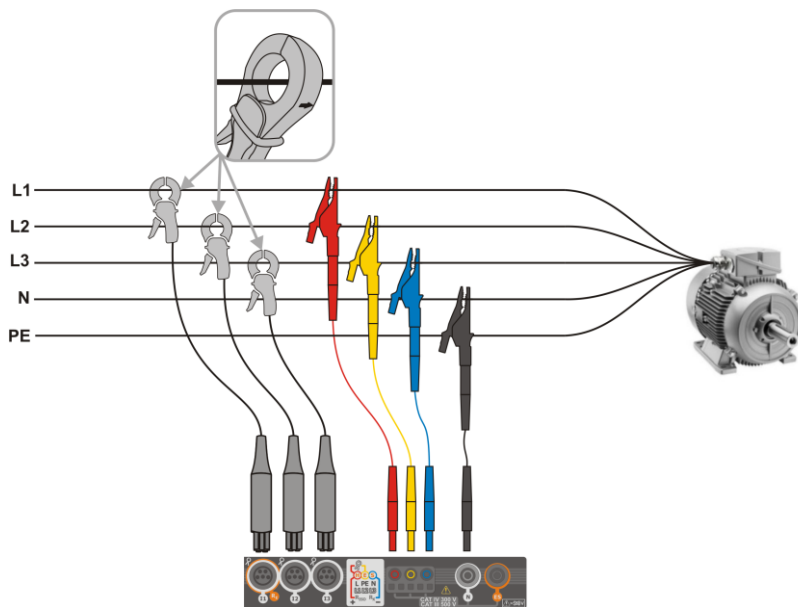

Fig. 6.6 Esquema de conexión – sistema trifásico con cuatro conductores de trabajo
- trifásica de 4 hilos (**Fig. 6.6**),